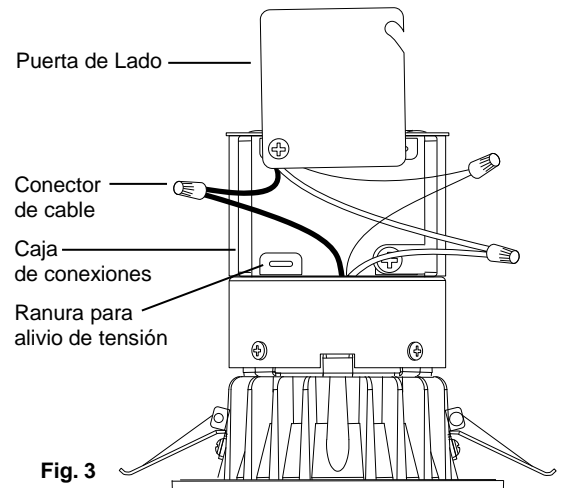

Fig. 3
4. Abra la puerta de lado de la caja de conexiones. Si está utilizando un cable BX, retire uno de los detalles redondos ubicados en la parte superior o laterales de la caja de conexiones. Si está utilizando un cable de NM, quite un detalle rectangular en la parte posterior de la caja de conexiones. Inserte unos 5 o 6 pulgadas del cable NM en la caja de conexiones a través de una de las ranuras para alivio de tensión. (Fig. 3)
5. Retire al menos 3" de la vaina externa del cable y la envoltura plástica o el papel de embalar. Pele aproximadamente 3/8" de aislamiento de los extremos de los cables de alimentación. Usando los conectores de cable, haga las siguientes conexiones de cables dentro de la caja de conexiones (Fig. 3):